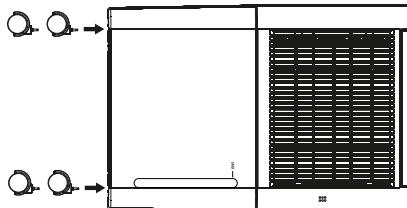

Fig. 1
- ◆ Tryk hjulene ① ind i de fire huller på produktets underside, indtil de går helt i indgreb (se fig. 1).